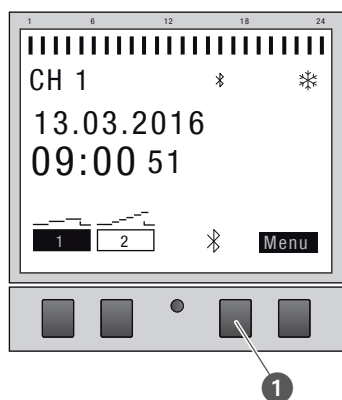

Fig. 20: Établissement de la connexion Bluetooth à l'horloge modulaire
1. Appuyez sur la touche Bluetooth (Fig. 20/①) de l'horloge modulaire.